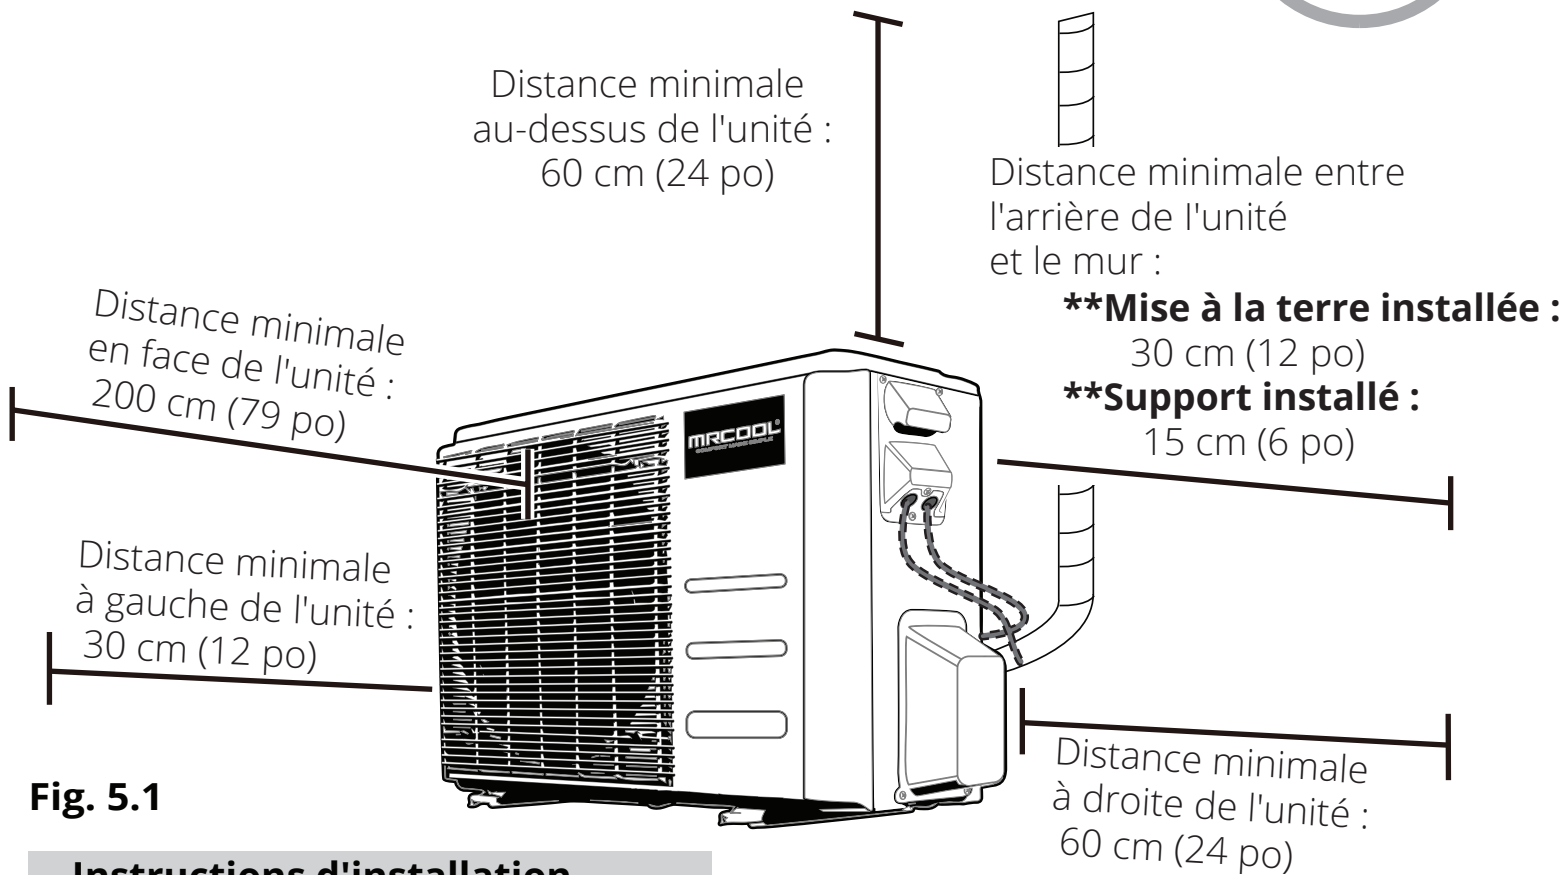

Fig. 5.1
- Répond à toutes les exigences relatives à l'espace indiquées dans la section Espace requis pour l'installation (Fig. 5.1)